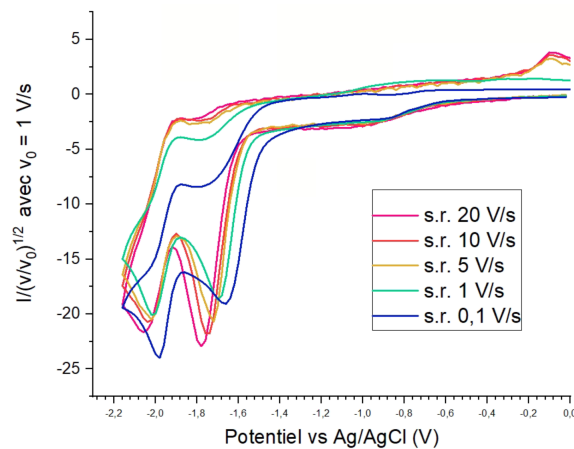

FIGURE 8: Réduction de l'ester (fig. 5) en fonction de la vitesse de balayage.
8. Comment la réaction électrochimique peut elle être affectée par la quantité de **2** accumulée à l'électrode ? Proposer une explication à l'évolution de la première vague de réduction mesurée en fonction de la vitesse de balayage figure 8.